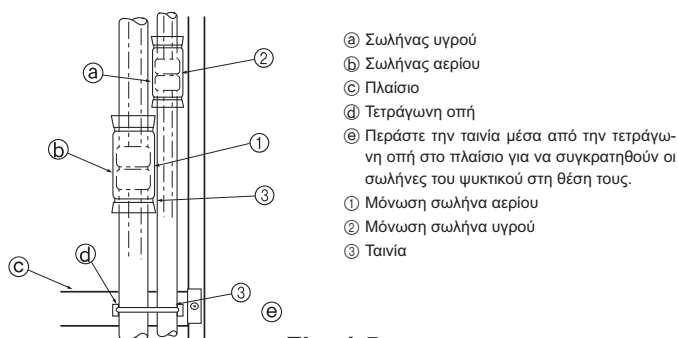

Fig. 4-5
Μονώστε τις κωνικές συνδέσεις ① και ② των σωλήνων αερίου και ψυκτικού υγρού καλά. Εάν κάποιο σημείο από τις συνδέσεις δεν είναι καλυμμένο, μπορεί να προκληθεί διαρροή συμπύκνωσης. (Fig. 4-5)
- Σφίξτε τη μόνωση του σωλήνα αερίου ① και τη μόνωση του σωλήνα υγρού ② και στα δύο άκρα έτσι ώστε να μην γλιστρήσουν και να ευθυγραμμιστούν.